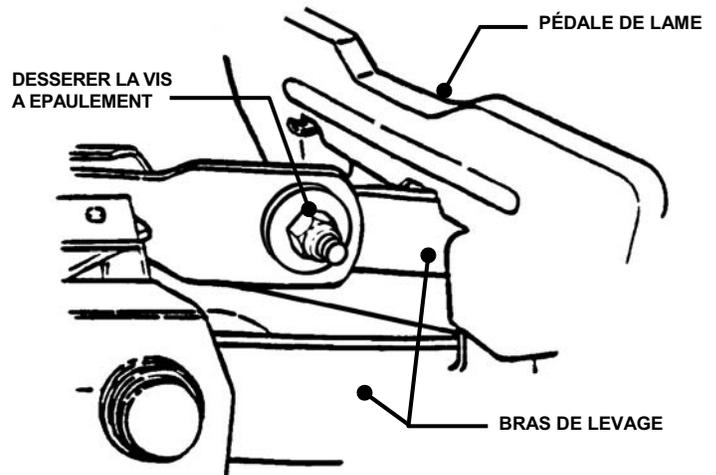

FIGURE 4.5
6. Desserrez le boulon de maintien et l'écrou qui retiennent le côté gauche du bras de levage avant. Desserrez le boulon et l'écrou jusqu'à avoir une faible tension, mais il faut que le bras de levage puisse bouger. Voir la figure 4.5.